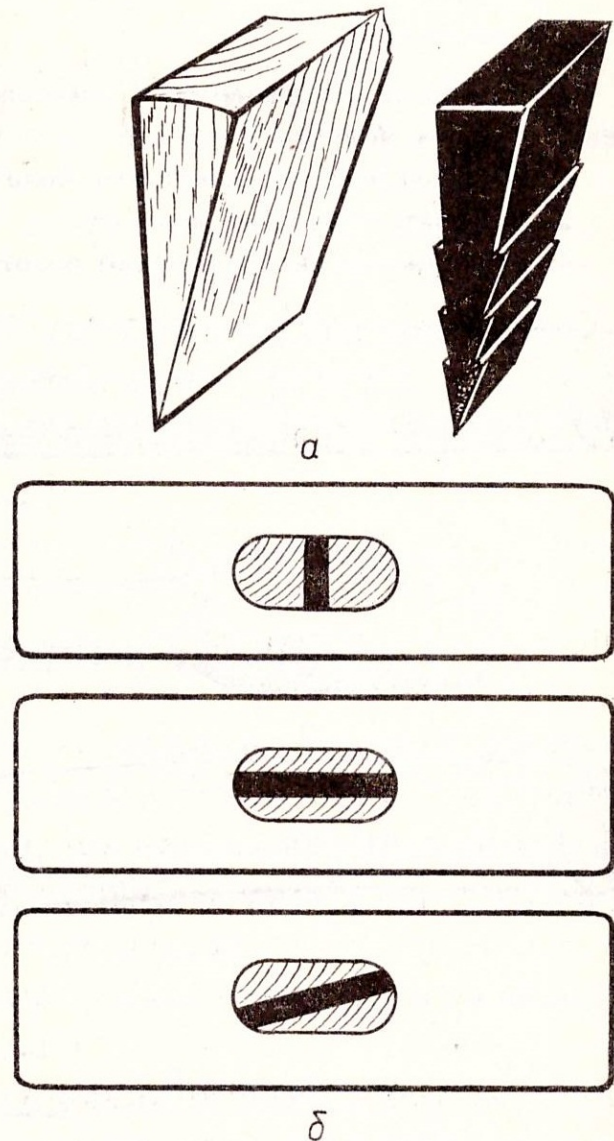

Рис. 53. Клинья для расклинивания ручки молотка (а) и расположение клина в головке (б).
11. Расклинить ручку в молотке. Клин может быть металлическим или деревянным (рис. 53, а). Металлический клин выполняется с заусенцами, а деревянный делается из другой, более твердой, чем ручка, древесины. Сначала нужно в ручке стамеской или долотом выполнить надрез ударом киянки по инструменту, а затем в полученную прорезь вбивать клин (рис. 53, б). Деревянный клин предварительно надо смазать клеем.